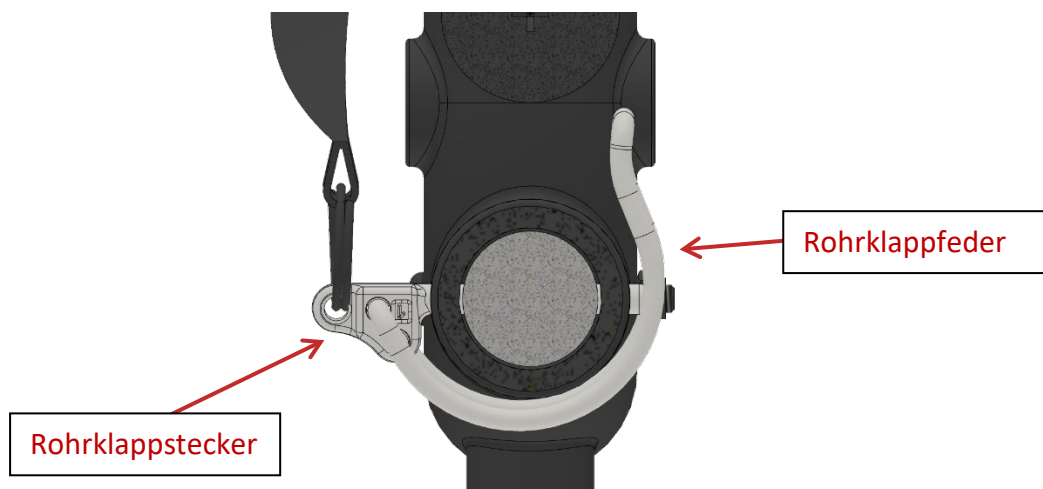

Abbildung 11 Querschnittsansicht eines ordnungsgemäß geschlossenen Rohrklappsteckers
Schritt 1: Platzieren Sie den oberen Rahmen mit montiertem Projektor auf dem unteren Rahmen mit montiertem Projektor. Achten Sie darauf, dass die vier Bolzen in die entsprechenden ineinander eingreifen. Führen Sie zum Sichern die Rohrklappstecker durch die Löcher in den oberen Bolzen. Achten Sie immer darauf, dass die Rohrklappstecker nach dem Einführen verriegelt sind. Siehe auch Abbildung 11 zur Veranschaulichung eines ordnungsgemäß geschlossenen Rohrklappsteckers.